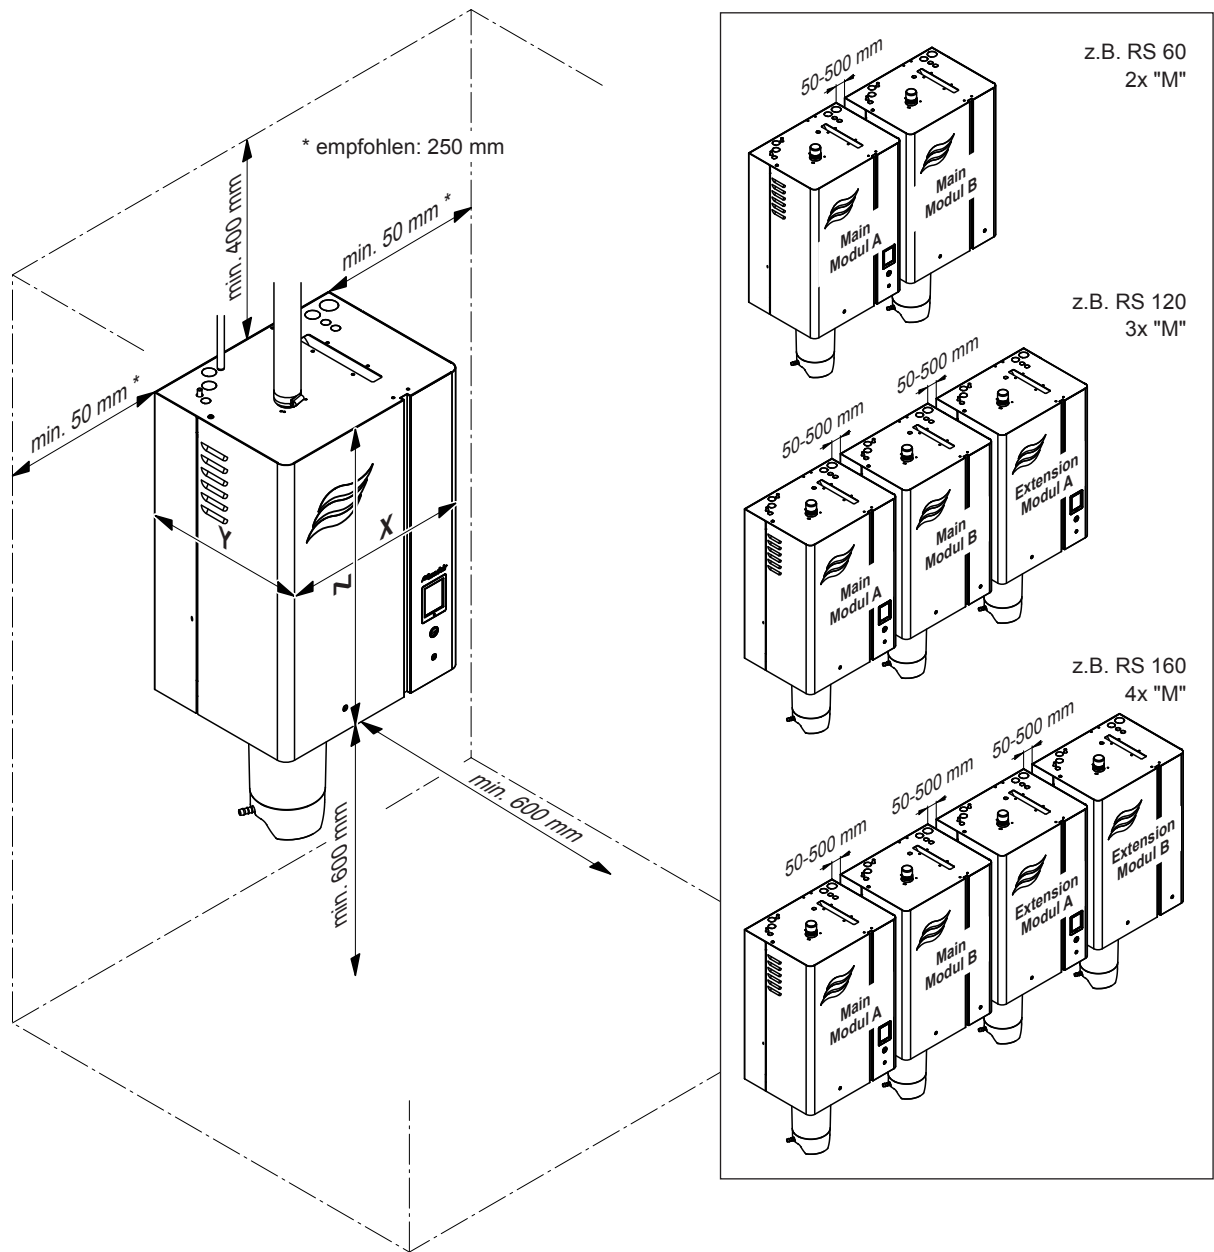

Abb. 9: Einzuhaltende Abstände
- Dampf-Luftbefeuchter so platzieren, dass das **Gerät gut zugänglich** und genügend Platz für die Wartung vorhanden ist. Die **Minimalabstände** gemäss Abb. 9 **müssen eingehalten werden**.
- Damit die mitgelieferten Kabel bei Linkup-Systemen verwendet werden können, müssen die einzelnen Geräte in der angegebenen Reihenfolge mit einem maximalen Abstand von min. 50 mm bis max. 500 mm nebeneinander und auf gleicher Höhe montiert werden (siehe Abb. 9).